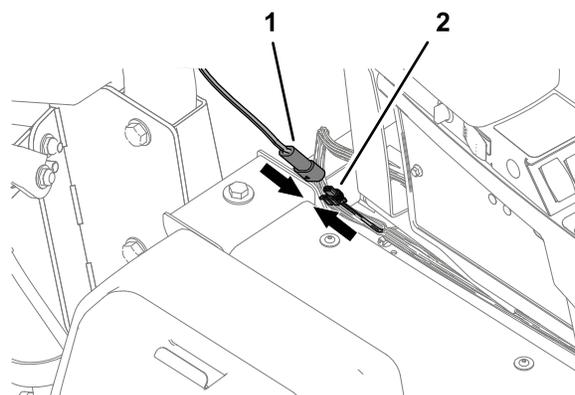
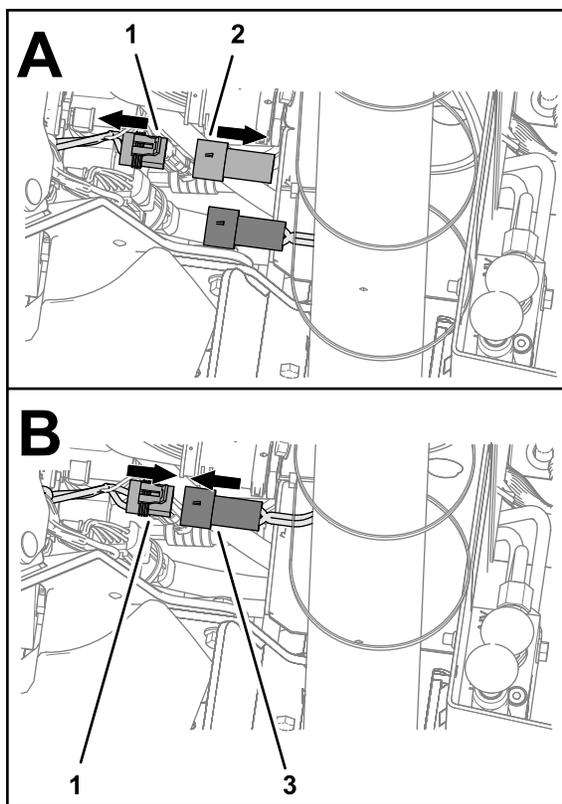

Figura 14
Figura 13
2. Se presente, rimuovete il cappuccio dal connettore a 2 prese del cablaggio della macchina (Figura 13).
3. Collegate il connettore a 2 pin del cablaggio preassemblato del kit al connettore a 2 prese del cablaggio preassemblato della macchina (Figura 13 o Figura 14).